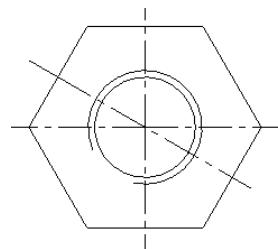

图3-101 打开示例图形
- 01 在“文件”工具栏中单击“打开文件”按钮，打开光盘中“第03章\3.4.7中心线方式创建相切圆弧实例.MCX-7”，如图3-101所示。